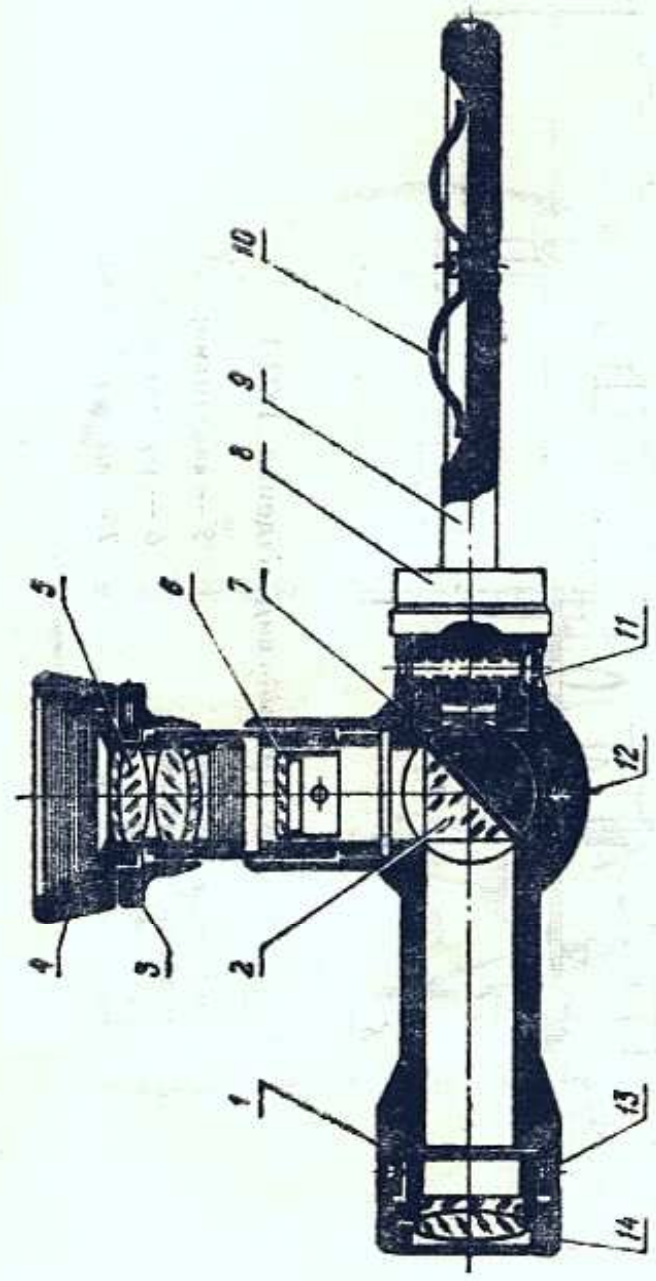
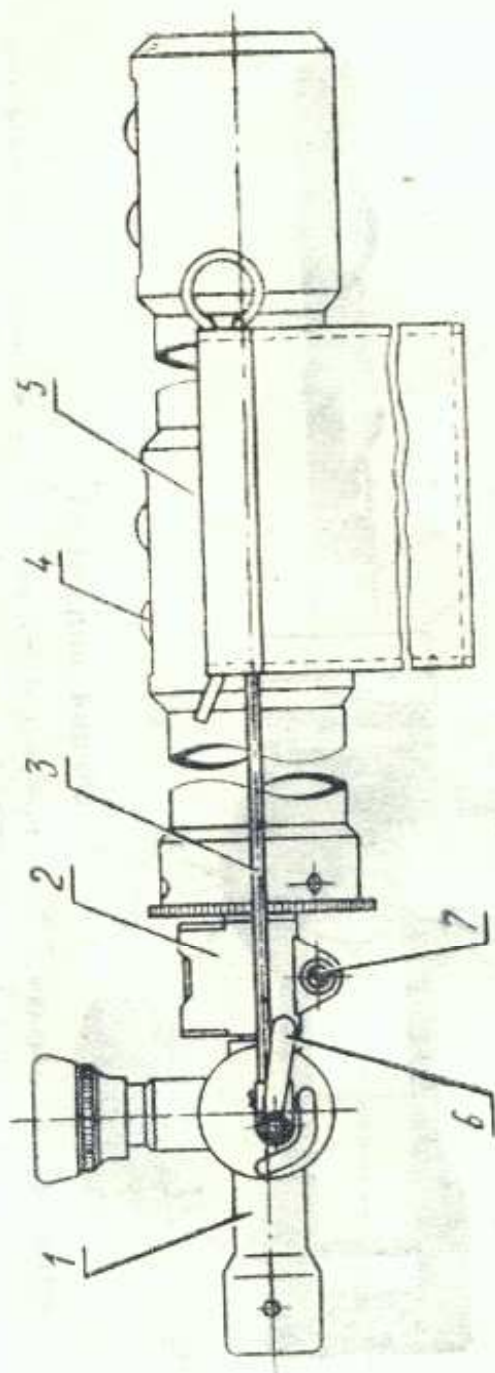
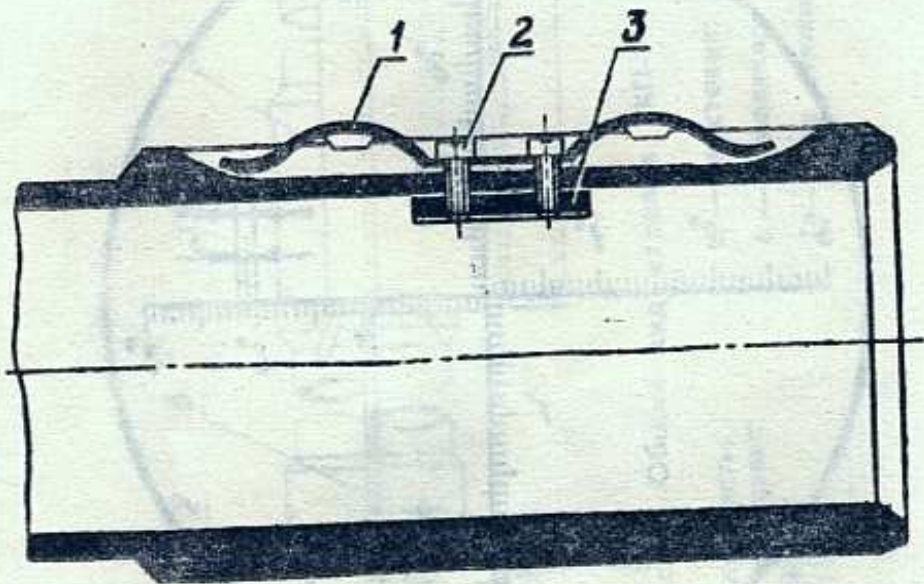

Рис. 2. Общий вид изделия
Рис. 3. Общий вид изделия ТХП-1
Рис. 5. Замена пружины
Изделие состоит из двух основных узлов (рис. 2):
На хвостовиках больших калибров установлен уровень в оправе 2 (рис. 3). Пользуясь его показаниями, можно установить ось канала ствола в горизонтальное положение с точностью до 4' при условии, если отклонение окуляра от вертикали находится в пределах $\pm 15^\circ$. Уровень в оправе может поворачиваться на хвостовике, благодаря чему его всегда можно установить ампулой вверх. Поворот регулируется стяжным винтом 7.
Трубки холодной пристрелки с уровнем имеют шифр ТХП-1. Для исключения качки изделия в канале ствола оружия, хвостовики снабжены пружинами 10 (рис. 2) и 4 (рис. 3).
Совмещение оптической оси трубки с осью хвостовика осуществляется центровкой объектива 1 четырьмя винтами 13 (рис. 2). Для установки трубки на резкость изображения по глазу наблюдателя окуляр 5 имеет диоптрийную подвижку в диапазоне ± 5 диоптрий. Установка на резкость осуществляется вращением диоптрийного кольца 3.
7.3. В случае поломки пружин 4 (рис. 3) замените их новыми (из ЗИП), для чего отверните два винта и вместо старой пружины поставьте новую, закрепите ее винтами. В изделии калибра 37 мм пружина крепится с помощью планки через отверстия в стенке хвостовика (рис. 5).
Отверните зажимное кольцо 14 (рис. 2), отверните 4 стопорных винта 13 и замените вышедший из строя объектив 1. Установите изделие в посадочное место на оптической скамье перед коллиматором с $f = 430$ мм, входящим в комплект оптической скамьи.